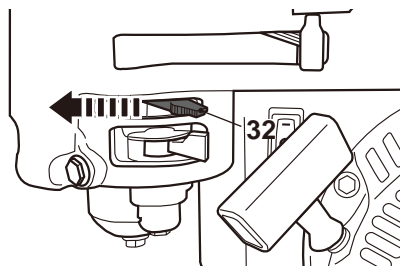

Fig. 26, posición de transporte
- > Mueva la palanca de ahogue (32) a la posición de cierre **CLOSE** para el arranque en frío (Fig. 26).